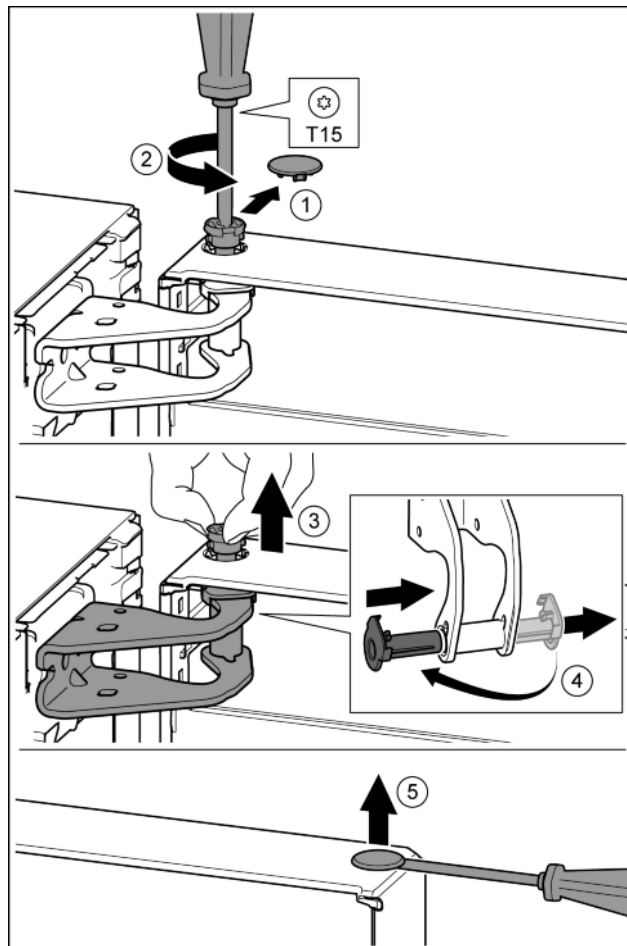

Fig. 12
- Обережно зніміть запобіжну кришку. Fig. 12 (1)
- Трохи викрутіть гвинт за допомогою викрутки T15. Fig. 12 (2)
- Притримуйте дверцята і витягніть палець руками. Fig. 12 (3)
- Витягніть із прямої опору втулку. Встановіть і зафіксуйте з іншого боку. Fig. 12 (4)
- За допомогою шліцевої викрутки обережно підійміть пробку із опорного втулка дверцят та витягніть її. Fig. 12 (5)